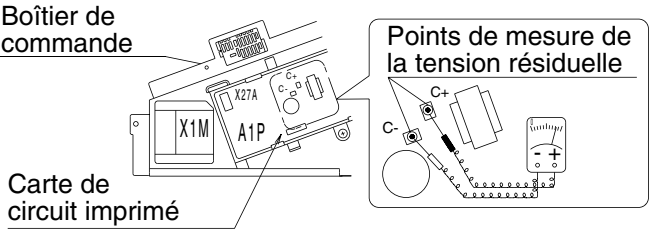

Fig. 3
- Après avoir ouvert le couvercle du boîtier de commande, mesurer la tension résiduelle entre les points indiqués sur la Fig. 3 de la carte de circuit imprimé à l'aide du testeur sans toucher la pièce sous tension, puis vérifier que la tension résiduelle est de 50 V c.c. ou moins.